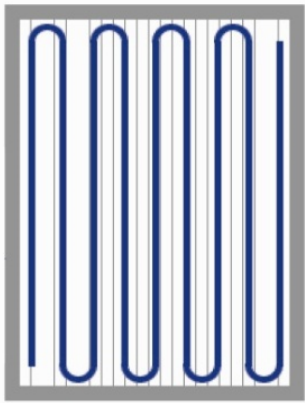

Fig. 1 - Limpieza correcta de un suelo deportivo siguiendo el sentido longitudinal de las tablas
1. Asegúrese que la maquina esté aprobada y controlada por su fabricante para limpiar el parquet de madera maciza. La limpieza de los suelos deportivos deberá siempre realizarse desplazando la máquina en el sentido longitudinal de las tablas, consultar Fig. 1 y 2.